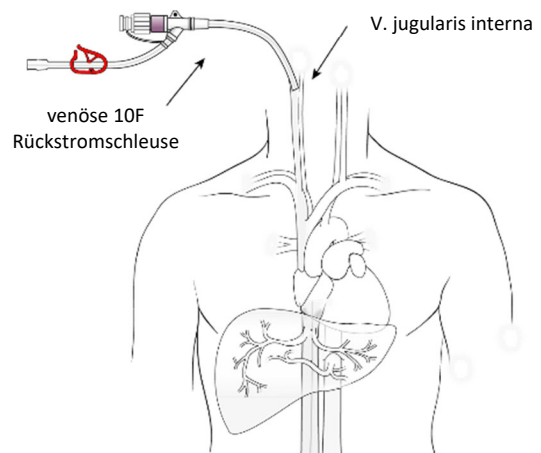

Abbildung 22
- (a) Bringen Sie den Absperrhahn am Seitenanschluss Schlauch der Schleuse an. Führen Sie die venöse Rückstromschleuse mittels standardmässiger Seldinger-Technik (unter Ultraschallkontrolle) in die V. jugularis interna (vorzugsweise die rechte V. jugularis interna, siehe Abbildung 22) ein. Spülen Sie die Schleuse mit steriler heparinisierter normaler Kochsalzlösung. Schliessen Sie den Absperrhahn. Sonographische Kontrolle und eine einzelne Punktion der anterioren Venenwand sind erforderlich, um eine versehentliche Punktion der Karotis zu vermeiden. Bei einer versehentlichen Punktion der Karotis muss der Eingriff abgebrochen und auf ein späteres Datum verschoben werden. Nach der Platzierung der Schleuse führen Sie den Obturator durch das Ventil ein.